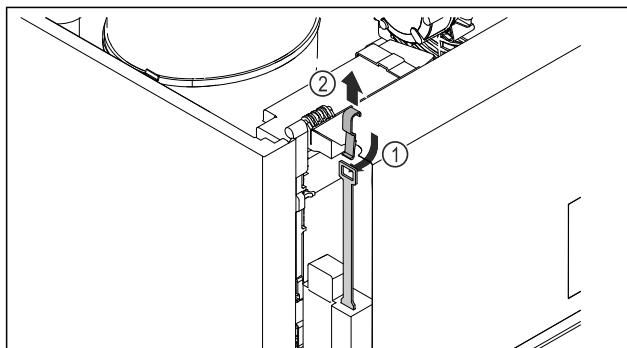

Fig. 209
- Vstavite ključ za odklepanje v sili od zgoraj Fig. 209 (1) in ga zataknite v ključavnico ter povlecite navzgor Fig. 209 (2).